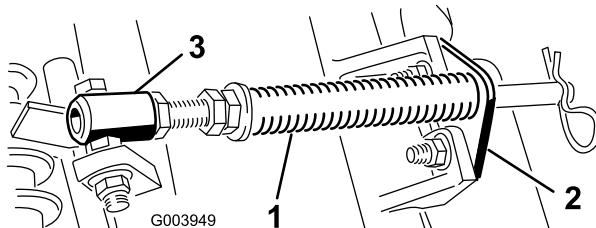

Bild 5
- Nehmen Sie die zwei Schlossschrauben und Muttern ab, mit denen die Stangenhalterung an den Nasen der Schneideeinheit befestigt ist (Bild 5).
- Nehmen Sie die Bundmutter ab, mit denen die Schraube des Federrohrs an der Trägerrahmenlasche befestigt ist (Bild 5). Nehmen Sie das Bauteil ab.